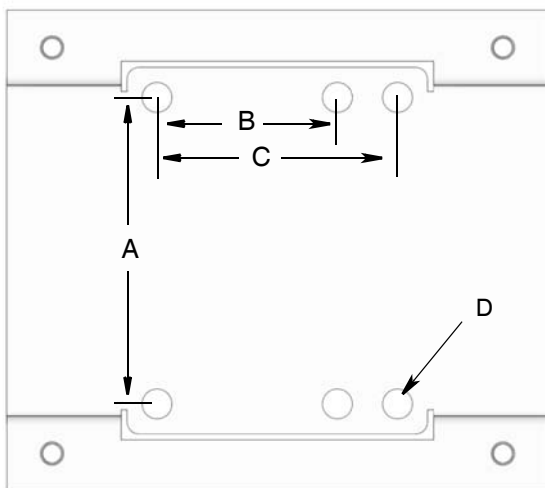

ABB. 6
1. Löcher in die Befestigungsfläche bohren. Sockel (103) als Schablone für die Position der Befestigungslöcher verwenden oder siehe ABB. 6 für Abmessungen.